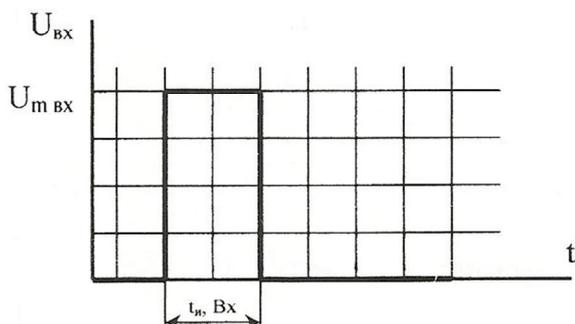

Рисунок 2.7.3. Осциллограмма входного сигнала
6. Подключить выводы третьего кабеля на вход формирующих схем и отрегулировать изображение на осциллографе по масштабу, заданному во временной диаграмме «входной сигнал» (рисунок 2.7.3).